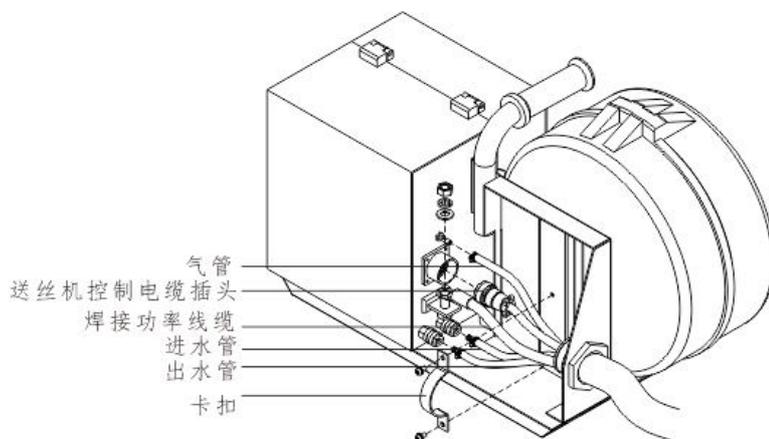

图2-3 送丝机连接示意图
3. 将送丝机控制线缆插头旋紧在插座上，送丝机连接完成，如图 2-3 所示。